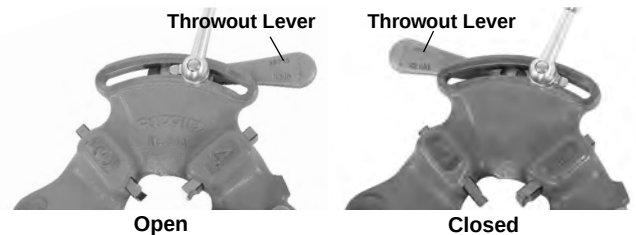

Figure 2 – Open/Closed Lever Position
2. Move throwout lever to OPEN position (Figure 2).
2. Ouvrez le levier de butée (*Figure 2*).